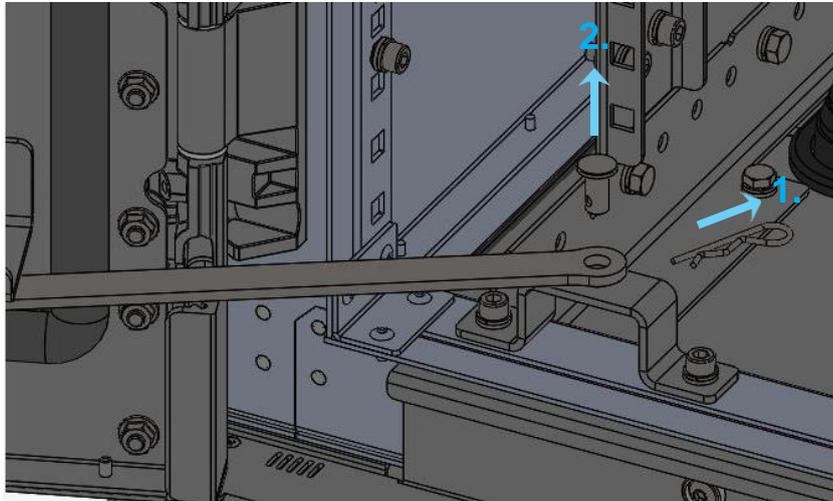

Bild 14: Splint und Bolzen entfernen (Rahmen innen)
- Türarretierung lösen, durch 1. Entfernen vom Splint und 2. Bolzen am Rahmeninnenteil (Siehe Bild 14).